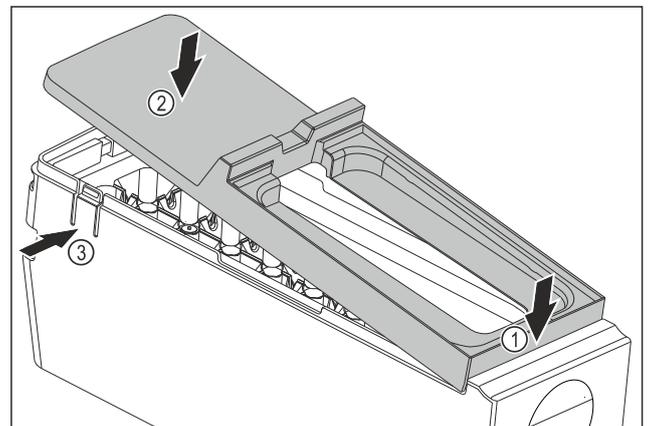

Fig. 114
- ▶ Montaż osłony korpusu EasyTwist-Ice: Osłonę założyć od przodu. Fig. 114 (1)
- ▶ Opuścić osłonę z tyłu. Fig. 114 (2)
- ▷ Osłona zatrzaskuje się słyszalnie w obu nakładkach Fig. 114 (3).